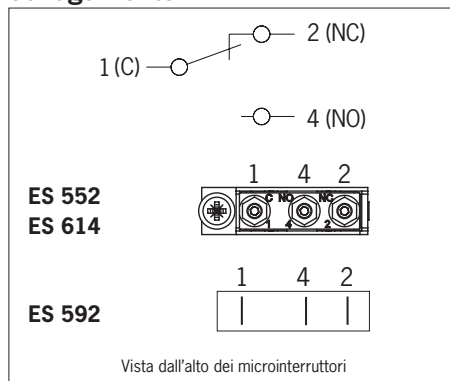

Fig. 1: Microinterruttori e schema di collegamento
- ▶ Per lo schema di collegamento, vedere Fig. 1.